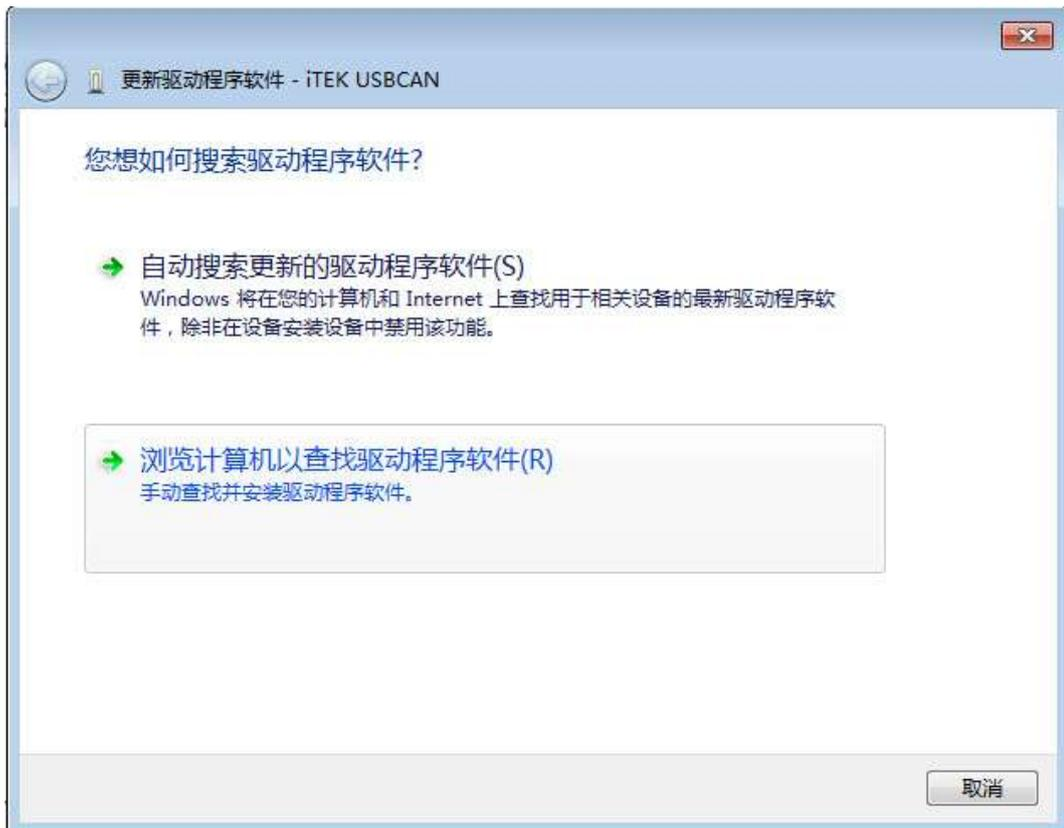
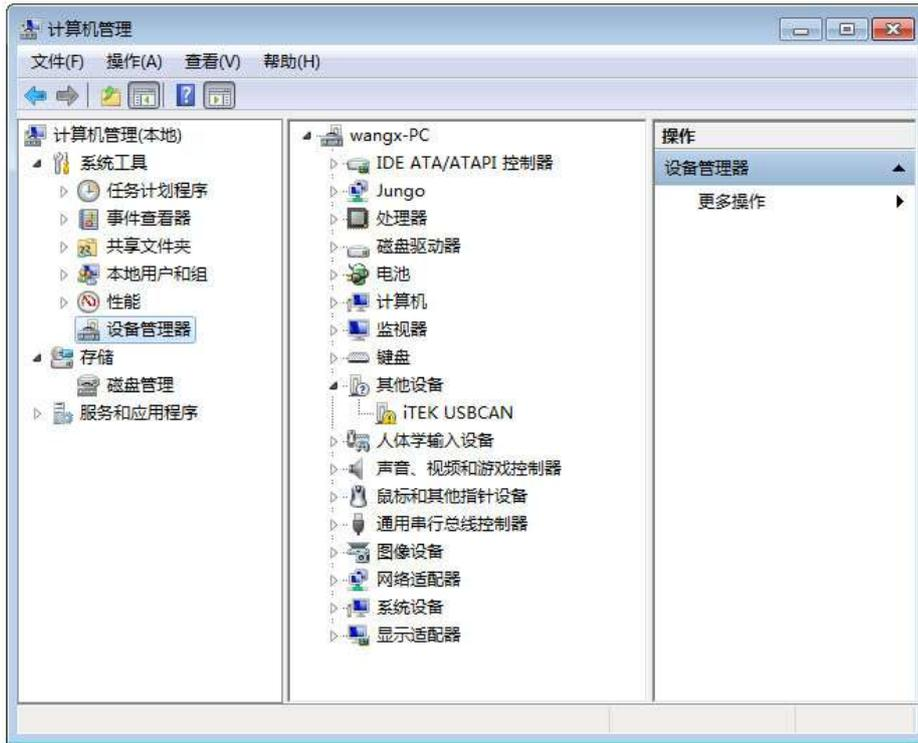
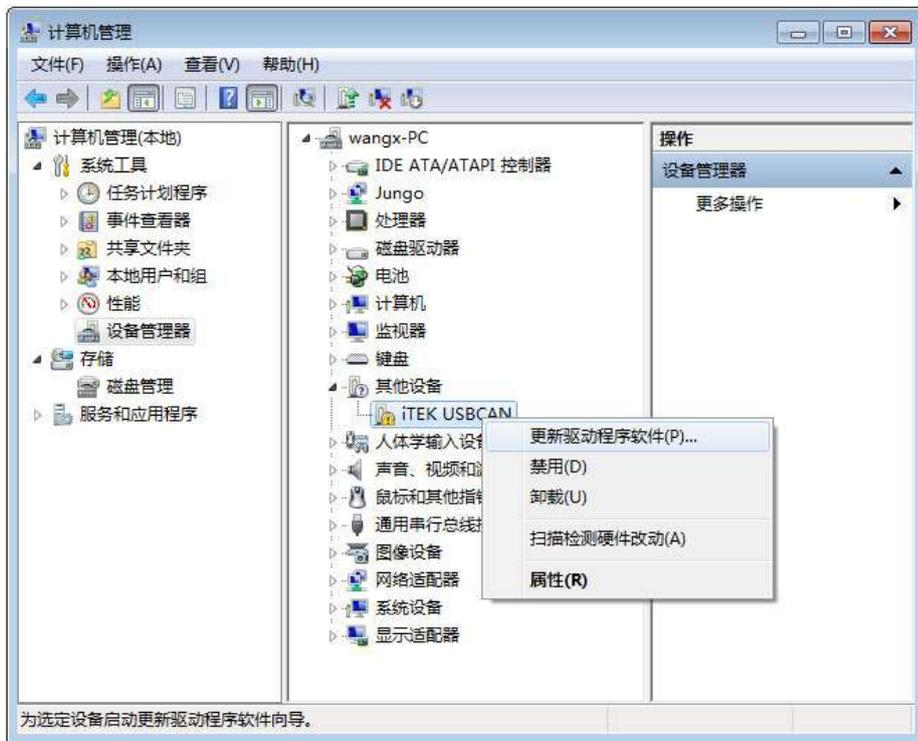
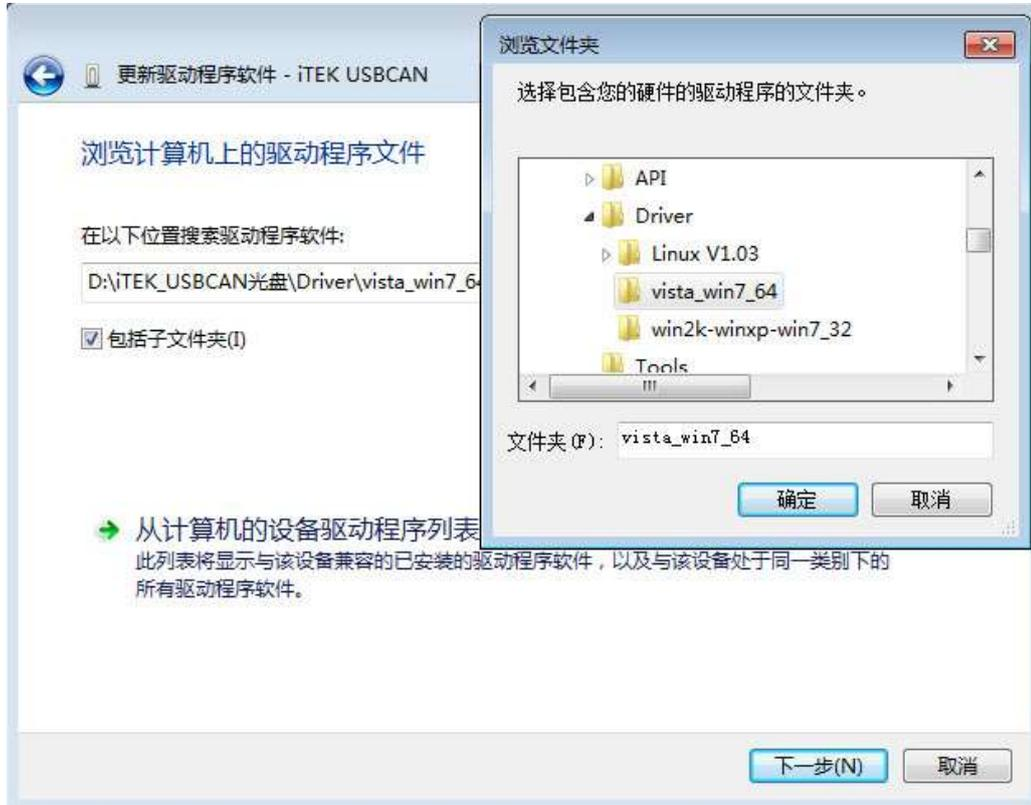

图 3-1 驱动安装引导窗口
图 3-2 设备管理器窗口
图 3-3 更新驱动
图 3-4 驱动文件路径选择窗口
2) 系统会提示发现新硬件，并弹出驱动安装引导窗口，如图 3-1。如未弹出驱动安装引导窗口，请右键点击<我的电脑>，选择<管理>，在弹出窗口的左侧列表中点击<设备管理器>如图 3-2。在设备列表中选择<iTEK USBCAN>设备，右键菜单中选择<更新驱动程序>如图 3-3 所示，会弹出图 3-1 的对话框；
3) 在图 3-1 窗口选择<浏览计算机已查找驱动程序软件 >，将弹出图 3-4，并将驱动程序路径指向驱动文件所在的文件夹；
4) 在图 3-4 窗口点击<确定>按钮，系统会弹出数字证书安全提示如图 3-5，选择<始终安装此驱动程序软件>，会弹出驱动正在安装界面，如图 3-6 所示。安装完毕后系统会提示驱动安装成功，如图 3-5 所示；